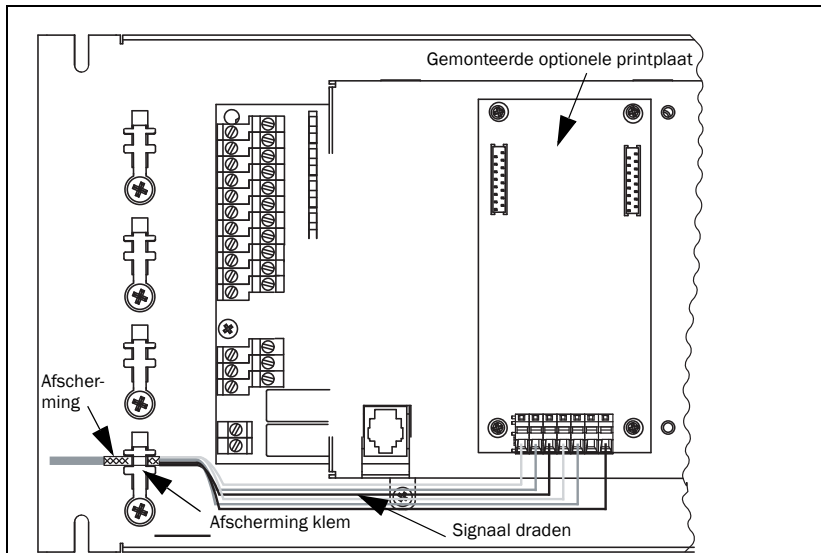
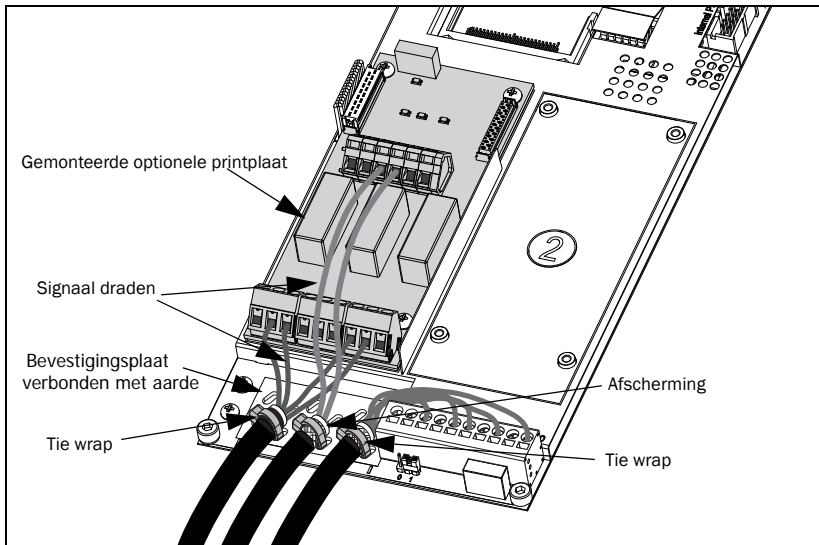

Fig. 2 Algemene afscherming principe op frequentieregelaars
Fig. 3 Algemene afschermingsprincipes bij Emotron TSA-softstarter (voorbeeld met I/O-print)
Afgeschermd en gedraaide kabels worden aanbevolen. Monteer de afscherming stevig (laag ohmig) op de montageplaat (PE) volgens Afb. 2 bij frequentieregelaars of Afb. 3 bij Emotron TSA.